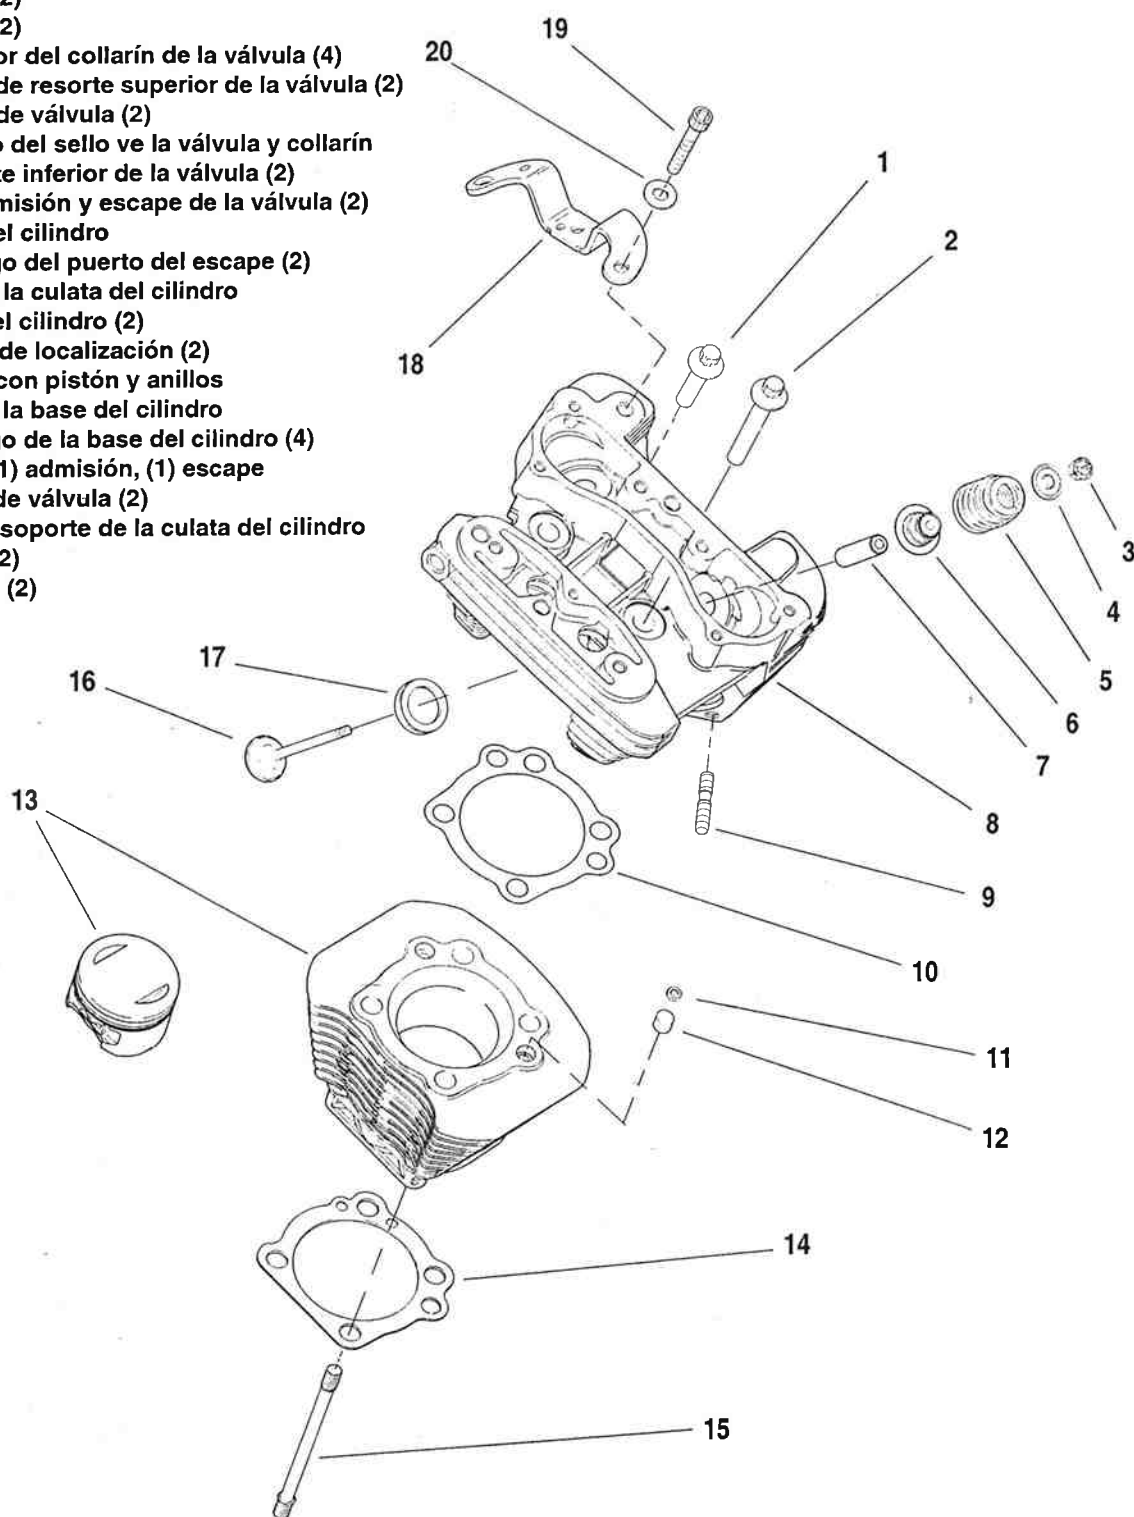

Figura 3-18. Conjunto de la culata del cilindro, cilindro y pistón
3. Vea la Figura 3-18. Quite la culata del cilindro (8), junta de la culata (10) y o-ring (11). Deseche la junta y o-ring de la culata.